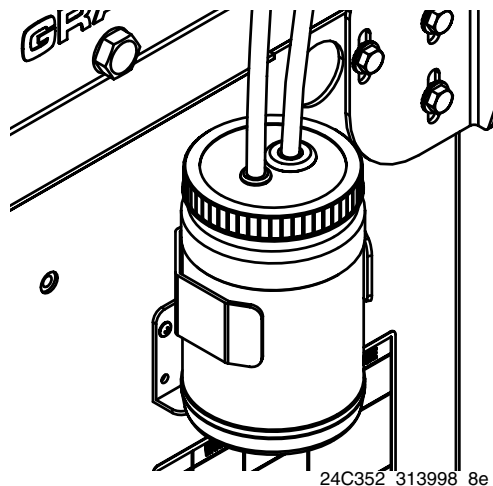

ABB. 26: IsoGuard Select Schmiermittelsystem
2. Entfernen Sie die Befestigungen an den Einlass- und Auslass-Öffnungen des IsoGuard Select Fluidzylinders. Lassen Sie den Zufuhrschlauch (ST), den Rücklaufschlauch (RT) und den Leckverwaltungsschlauch (LT) an den Befestigungen angeschlossen.
4. Den IsoGuard Select Schmiermittelbehälter (LR) aus der Halterung (RB) heben und von der Kappe abnehmen. Die Kappe über einen geeigneten Behälter halten, das Rückschlagventil entfernen und das IsoGuard Select Schmiermittel ablaufen lassen. Das Rückschlagventil wieder am Einlassschlauch befestigen. Siehe ABB. 26.
7. Behälter auf die Kappe schrauben und in die Halterung (RB) einsetzen.
8. Den Zufuhrschlauch (ST) ca. 1/3 des Wegs in den Behälter einführen.
9. Den Rücklaufschlauch (RT) in den Behälter führen, bis er am Boden ansteht.